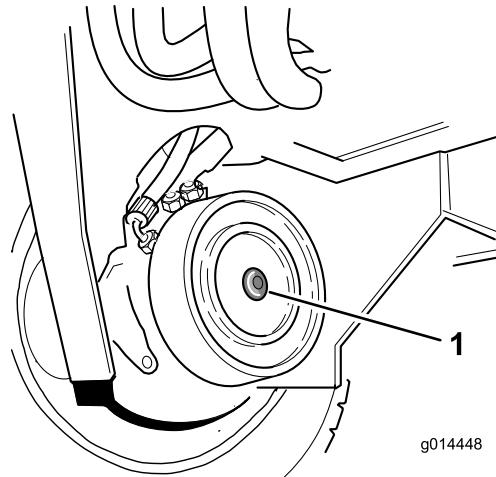

Figura 51
2. Identifique el disco de freno del motor de la rueda delantera derecha y retire el tapón hexagonal (Figura 51).